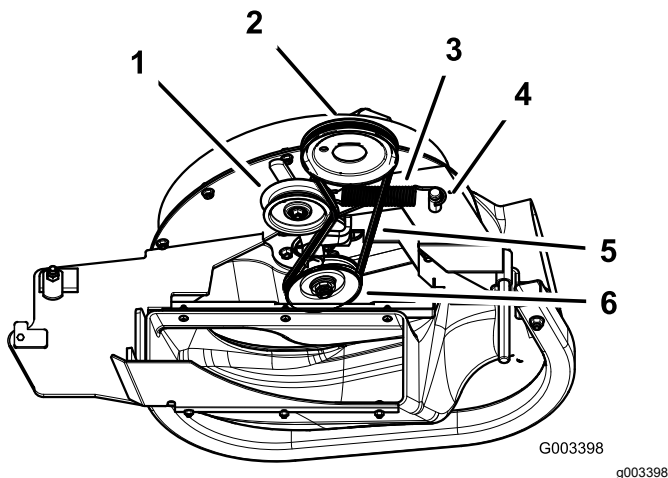

Figura 40
3. Tire hacia atrás de la polea tensora tensada con muelle para aliviar la tensión de la correa (Figura 40).
5. Pase la correa nueva alrededor de las poleas del soplador y de la polea de la carcasa de corte (Figura 40).
7. Tire hacia atrás de la polea tensada con muelle y pase la correa por la polea (Figura 40).